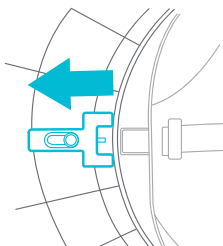

Fig. 9b
SIEMPRE asegúrese de bloquear el asiento antes de usar el modo andador. Consulte la Fig. 9b correspondiente.
- **BLOQUEO DEL ASIENTO GIRATORIO EN LA POSICIÓN DELANTERA:** Para trabar el asiento en su lugar, ubique la palanca debajo de la tapa superior. La lengüeta del asiento debe estar alineada con la palanca. Presione para trabarlo (Fig. 9b).